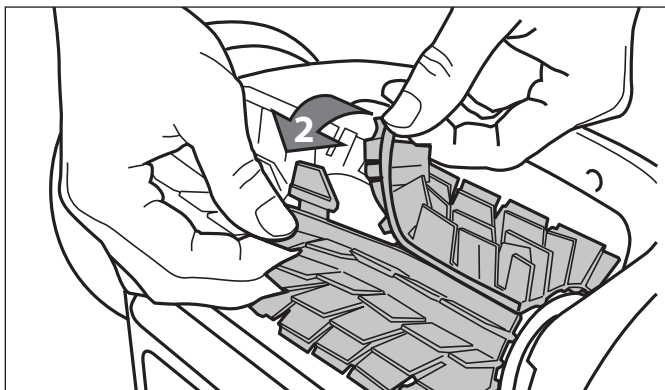

Figure 29. Défaire les pinces de fixation des brosses
2. Séparer les bords de la brosse et retirer les ongles, tel qu'il est indiqué à la Figure 29. Retirer les brosses usées.